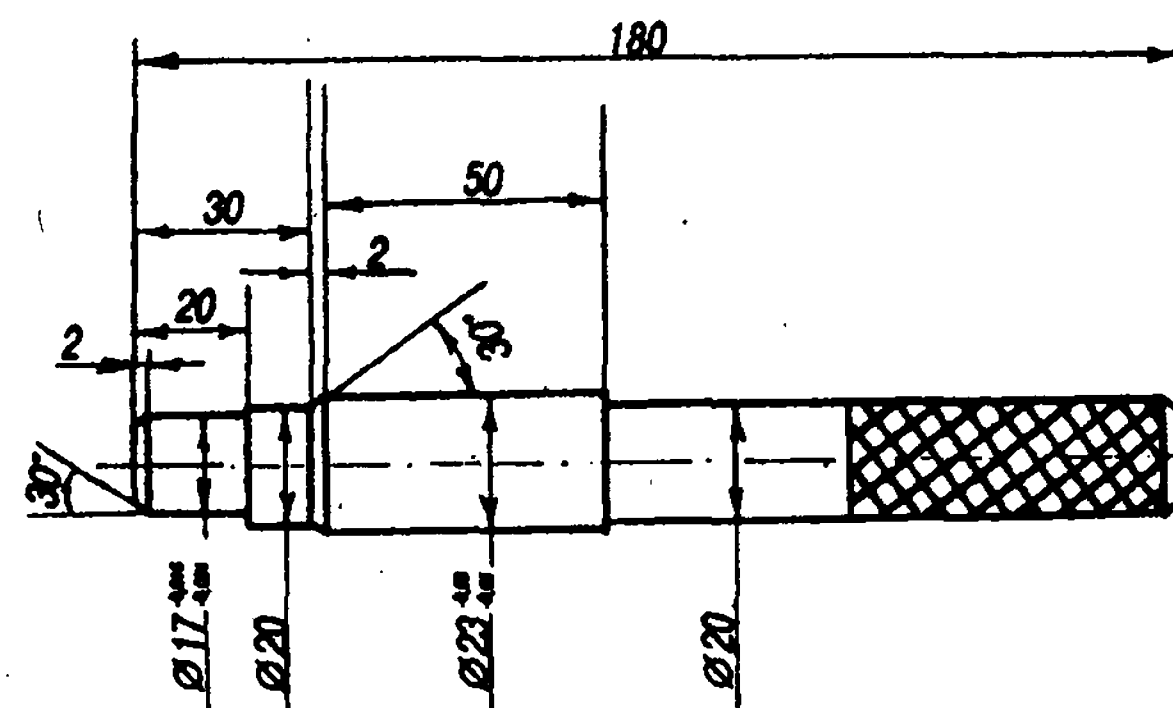

Рис. 7.9. Оправка для установки ведомого диска
- при установке необходимо сцентрировать ведомый диск по отношению к оси коленчатого вала. Для этого в шлицевое отверстие ведомого диска вставить специальную оправку (рис. 7.9) таким образом, чтобы ее конец вошел в шарикоподшипник маховика и отверстие картера сцепления. Для этой цели можно также использовать запасной первичный вал;